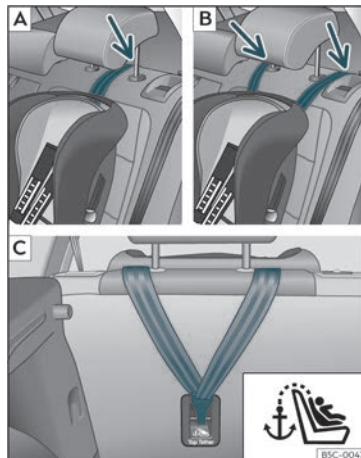
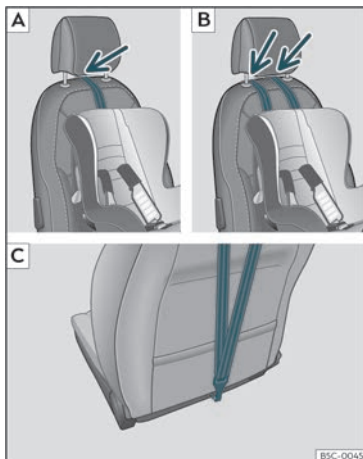

Fig. 29 Seients posteriors: ajust i muntatge en funció del cinturó Top Tether.
Fig. 30 Seient de l'acompanyant: ajust i muntatge en funció del cinturó Top Tether.
dira, aixequueu o retireu el reposacaps si és necessari)»» fig. 29 [A]/[B],»» fig. 30 [A]/[B].
- Feu lliscar la corretja i fixeu-la correctament amb l'ancoratge de la part posterior del respall»» fig. 29 [C],»» fig. 30 [C].